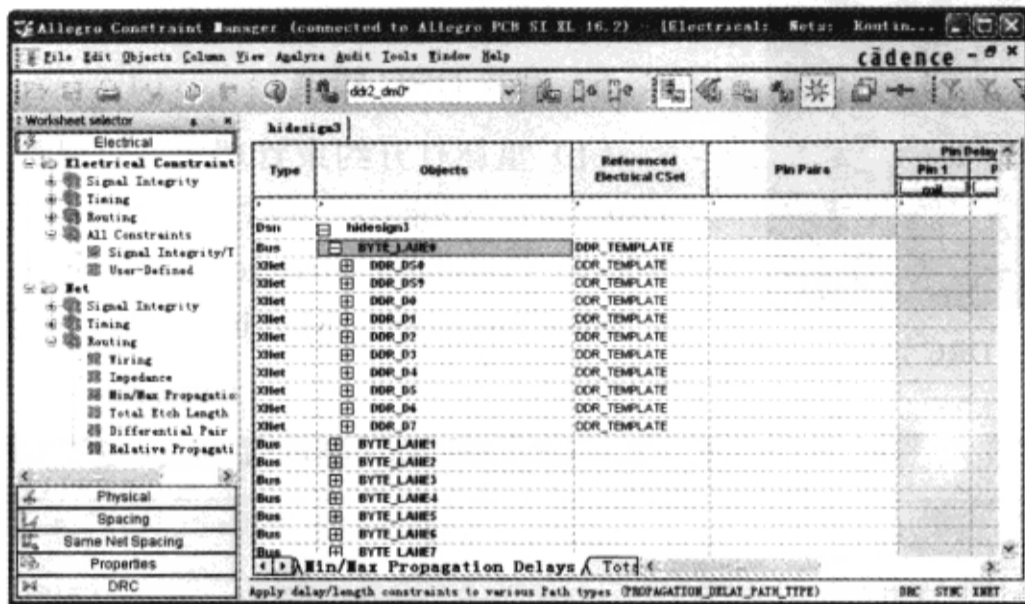

图 3-10-67 约束管理器
(17) 关闭“Electrical CSet Apply Information”窗口。
(18) 单击表格的“Objects”栏“BYTE\_LANE0”前的“+”号展开总线，如图 3-10-67 所示。